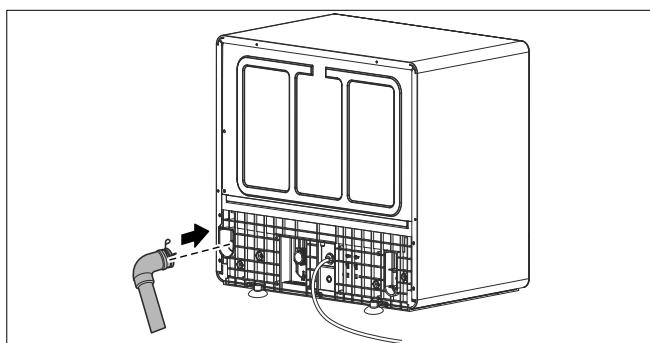

Abb. 13 – Wasserablauf-Anschluss
Stecken Sie den Wasserablaufschlauch mit dem Anschluss für den Wasserablauf (10) auf der Geräterückseite und befestigen Sie ihn mit der Klemme (siehe Abb. 13).